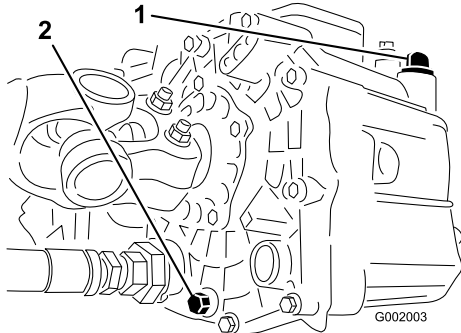

Figure 69
- Retirez le bouchon de vidange sur le côté du réservoir et laissez l'huile s'écouler dans le bac de vidange (Figure 69).